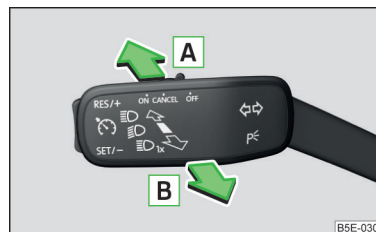

Fig. 51
- Coloque la palanca de mando en posición **A** (posición con resorte) » fig. 51.
- Si la luz de carretera **está** en ese momento conectada automáticamente, coloque la palanca en posición **B** (posición con resorte) » fig. 51.